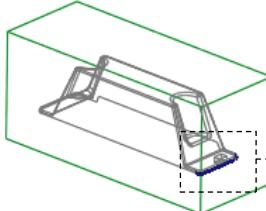
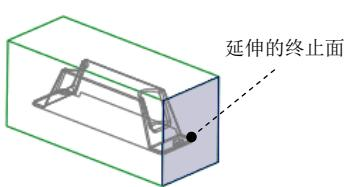
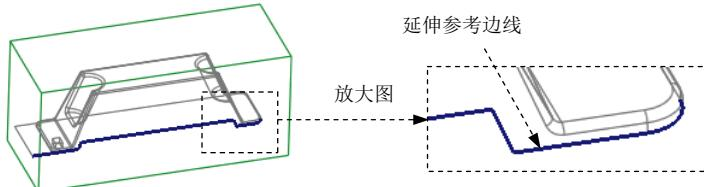

图 12.15 选取延伸参考边线
图 12.16 选取延伸的终止面
图 12.17 选取延伸边线
- (1) 按住 Shift 键，选取图 12.15 所示的边线为延伸参考边线。
- (2) 单击 **分型面** 功能选项卡 **编辑** ▾ 区域的 **延伸** 按钮，此时出现 **延伸** 操控板。
- (3) 选取延伸的终止面。
- ① 在操控板中按下 按钮（延伸类型为至平面）。坯料取消遮蔽。
- ② 在系统的提示下，选取图 12.16 所示的坯料的表面为延伸的终止面。
- ③ 单击 按钮，完成延伸曲面 2 的创建。
- (1) 按住 Shift 键, 选取图 12.17 所示的边线为延伸参考边线。
- (2) 单击 **分型面** 功能选项卡 **编辑** ▾ 区域的 **延伸** 按钮, 此时出现 **延伸** 操控板。
- ① 在操控板中按下 按钮 (延伸类型为至平面)。